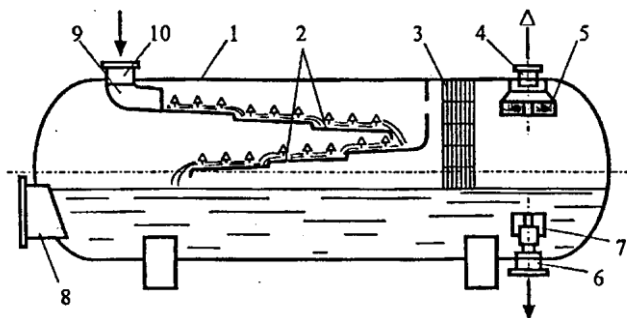

Рисунок 1 - Горизонтальный газонефтяной сепаратор:
*Пример:* рис. 1, рис. 2 и т. д.